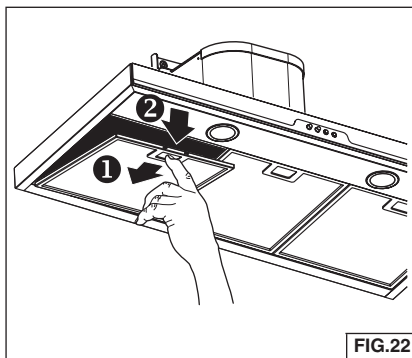

FIG.22
1. Para quitar el filtro de GRASA, empuje la lengüeta de cierre para desacoplar el filtro de la campana. Incline el filtro hacia abajo y quítelo. Fig. 22.
2. Para instalar el filtro de GRASA, alinee las lengüetas posteriores del filtro con las ranuras de la campana. Empuje hacia abajo la lengüeta de cierre, presione el filtro en su posición y suelte. Asegúrese de que el filtro esté firmemente acoplado después de su instalación. Fig. 22.